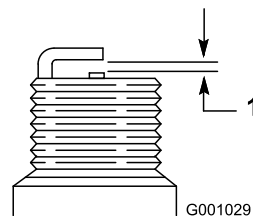

Figure 48
4. Réglez l'écartement des électrodes à 0,76 mm (0,030") (Figure 48).